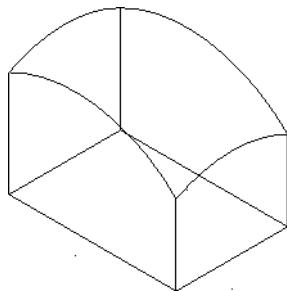

图 6-39 网状曲面实例
- 01 在“文件”工具栏中单击“打开文件”按钮，打开光盘中“第 06 章\原始图形\6.2.4 网状曲面.MCX-7”，如图 6-39 所示。